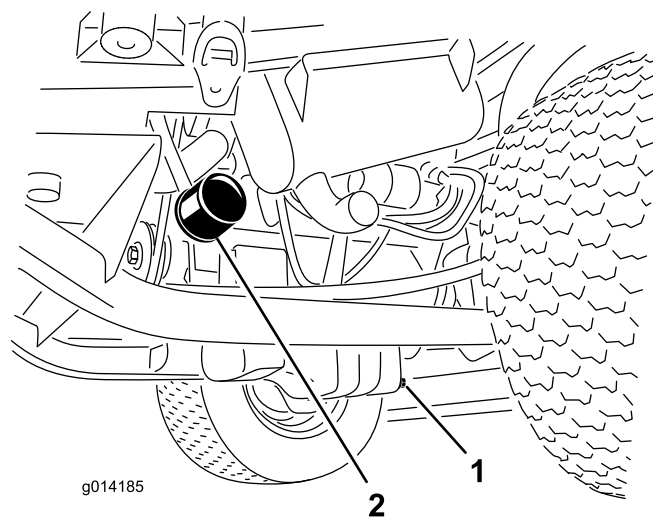

Figura 27
1. Retire el tapón de vaciado (Figura 27) y deje fluir el aceite a un recipiente apropiado.
3. Retire el filtro de aceite (Figura 27).